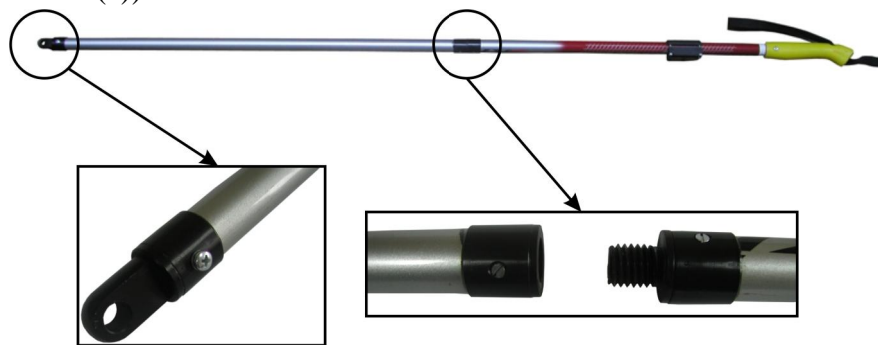

Рисунок 1.1.4. Штанга-ручка
4. Прикрепите к антенному блоку ручку для перемещения. В комплекте с АБ-250 предусмотрена «штанга-ручка» (рисунок 1.1.4), а с АБ-150 и АБ-90 - «транспортная ручка» (рисунок 1.1.5 (а)).
Штанга-ручка – разборная. Для начала работы вынуть две части ручки из чехла и соединить (скрутить) между собой (рисунок 1.1.4). Схема крепления штанги-ручки к АБ на рисунке 1.1.6. Вытяните фиксирующую втулку на кронштейне антенного блока (1). Вставьте штангу-ручку в кронштейн (2) и отпустите втулку (1).